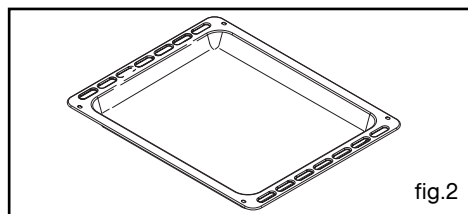

fig.2
– Déclipez l'attache métallique située à la base de chaque brûleur (sole et grilloir) (**fig.2**) à l'aide d'un petit tournevis.
• Plat lèche-frite fig.2